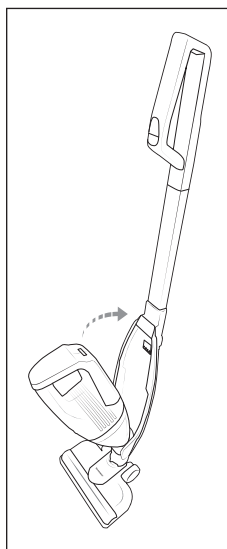

Fig. 3
- 1) Per collegare l'unità portatile **2** al manico **11** spingere la punta dell'unità portatile **2** nel vano dell'incavo dell'unità stessa **14** (Fig. 3).
- 2) Introdurre poi l'impugnatura **1** dell'unità portatile **2** nell'incavo della stessa **14** in modo tale che l'unità portatile **2** si innesti in posizione e rimanga ben fissa (Fig. 3).